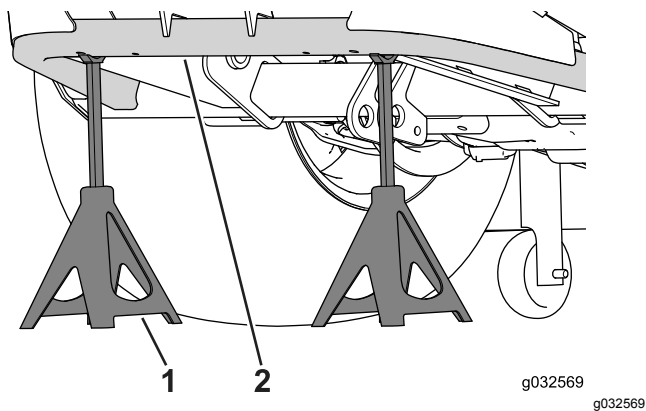

図 54
2. ジャッキスタンド2台でフレームを支えて機体後部を浮かす 図 54。